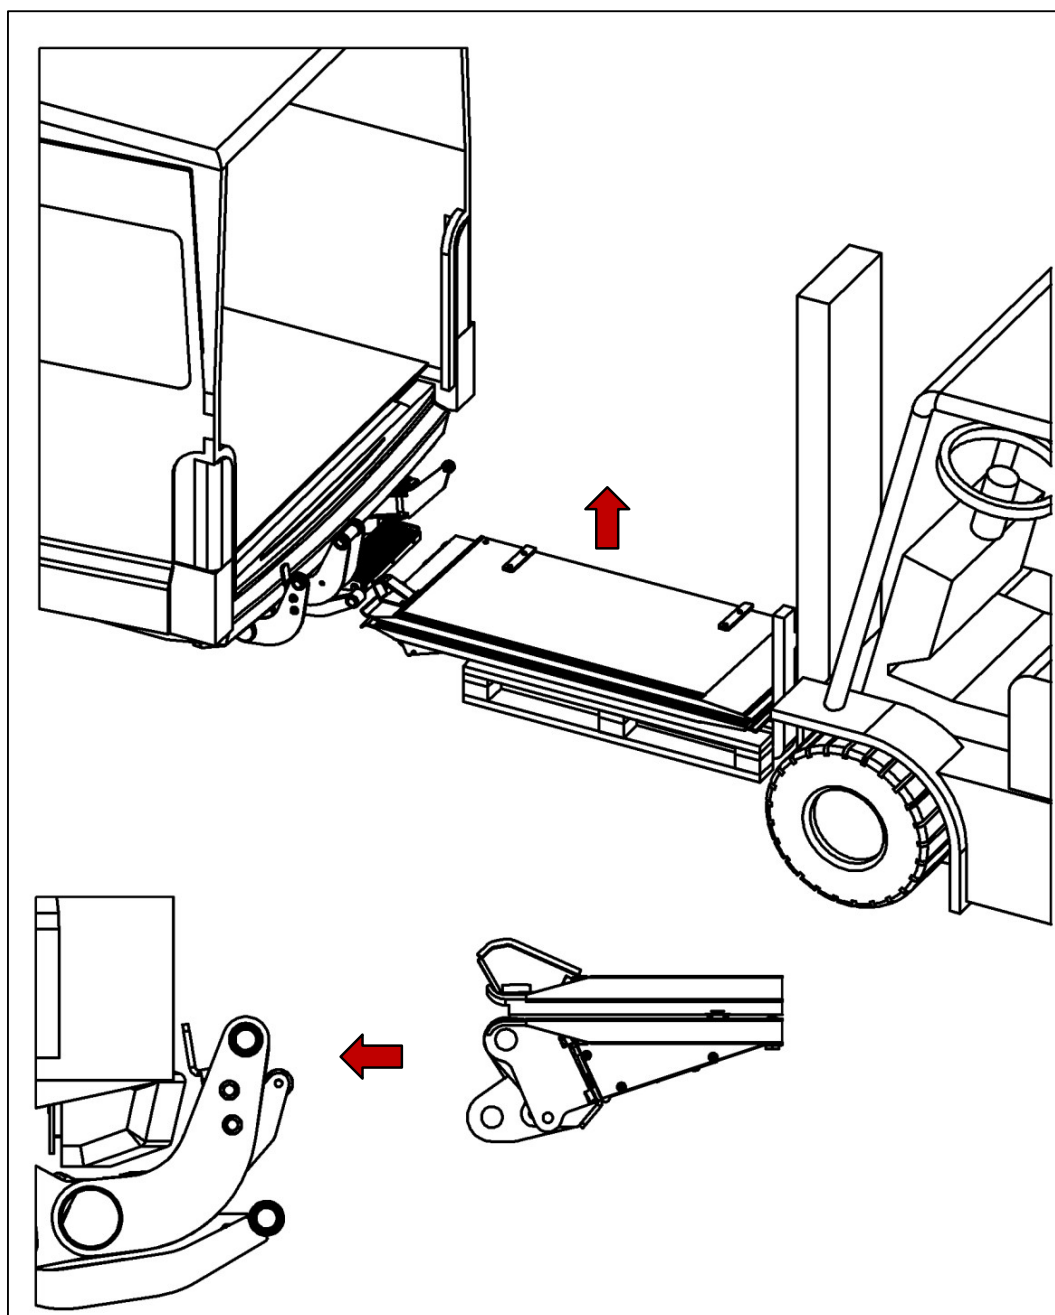

Fig. 54
- Levante la plataforma con medios adecuados, p. Ej. grúa, mesa de montaje o transpaleta y paleta (ver Fig. 54).